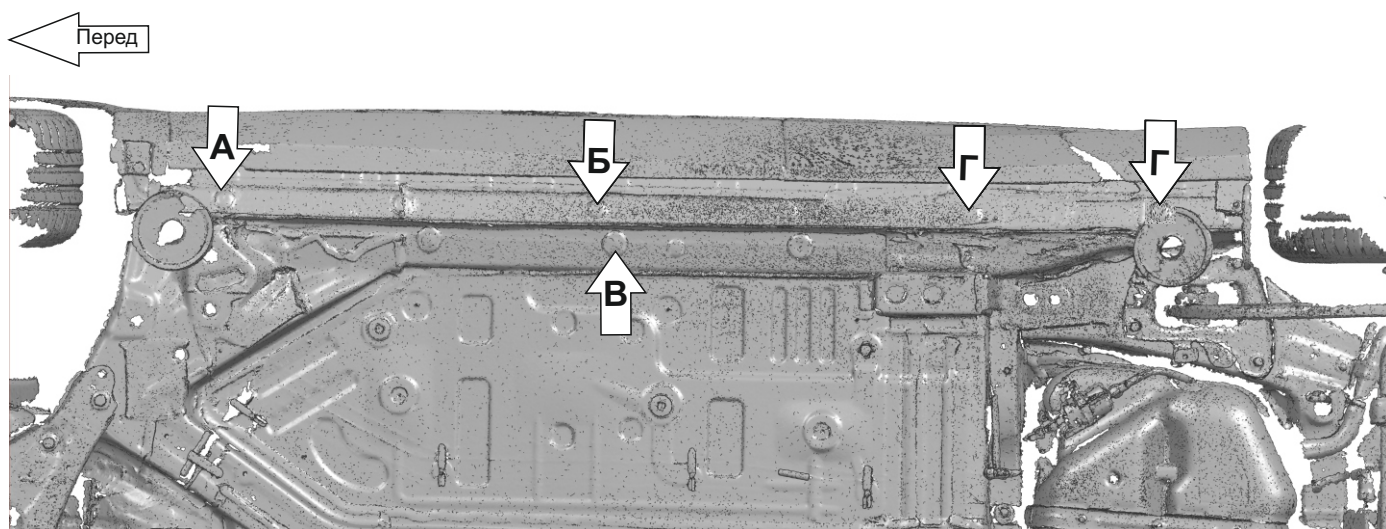

Рис. 2
2. Извлечь резиновые заглушки в позициях (А),(Б),(В),(Г) (Рис.2).